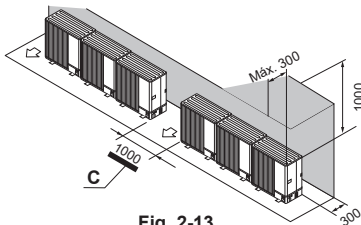

Fig. 2-13
- (2) Obstrução ou superfícies fechadas apenas na parte de trás e por cima (Fig. 2-13)
- C: Espaço (Fig. 2-13)